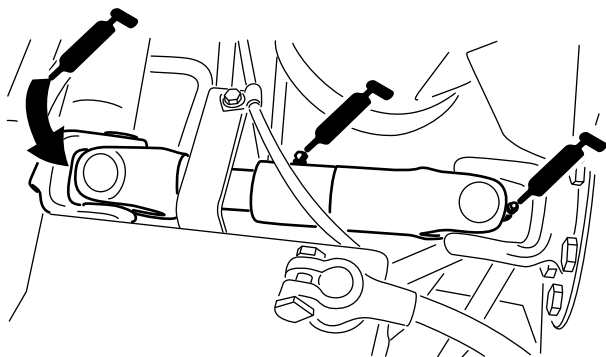

Figura 51
- Giunto ad U del semiasse fra motore e pompa (3) (Figura 51)